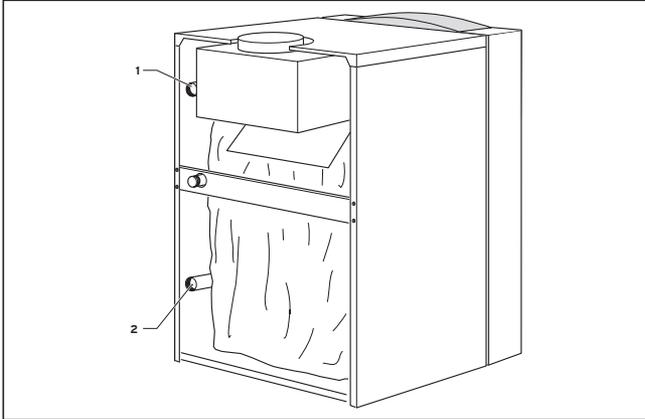

Abb. 4.1 Heizungseitiger Anschluss
- Installieren Sie den Heizungsvor- (1) und -rücklauf (2) entsprechend den Angaben in Abb. 4.1.